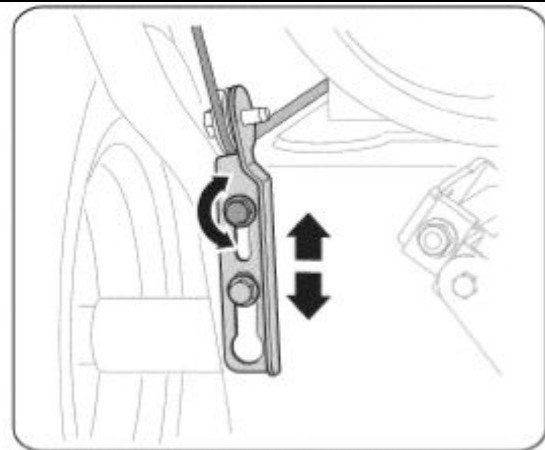

Рис. 15
1. Когда рычаг управления шнеками отпущен и находится в верхнем положении (UP), трос должен слегка провисать, он НЕ ДОЛЖЕН быть сильно натянут.
4. Оставьте шнеки включенными приблизительно на десять (10) секунд, потом отпустите рычаг управления шнеками. Повторите это несколько раз.
5. Приведя рукоятку управления шнеком в верхнее (UP) положение и тем самым отключив шнек, перейдите к передней части машины.
7. Для регулирования положения троса управления ослабьте верхний шестигранный болт на кронштейне, придерживающем трос шнека (См. Рис. 15).